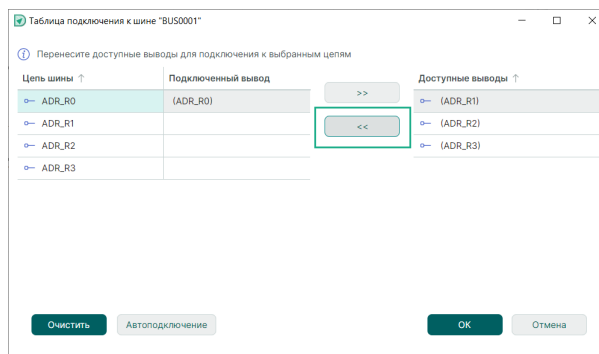

Рис. 198 Выбор цепи и соответствующего ей вывода
1. Выберите нужную цепь в левой части окна и соответствующий ей вывод в правой части окна, см. Рис. 198.